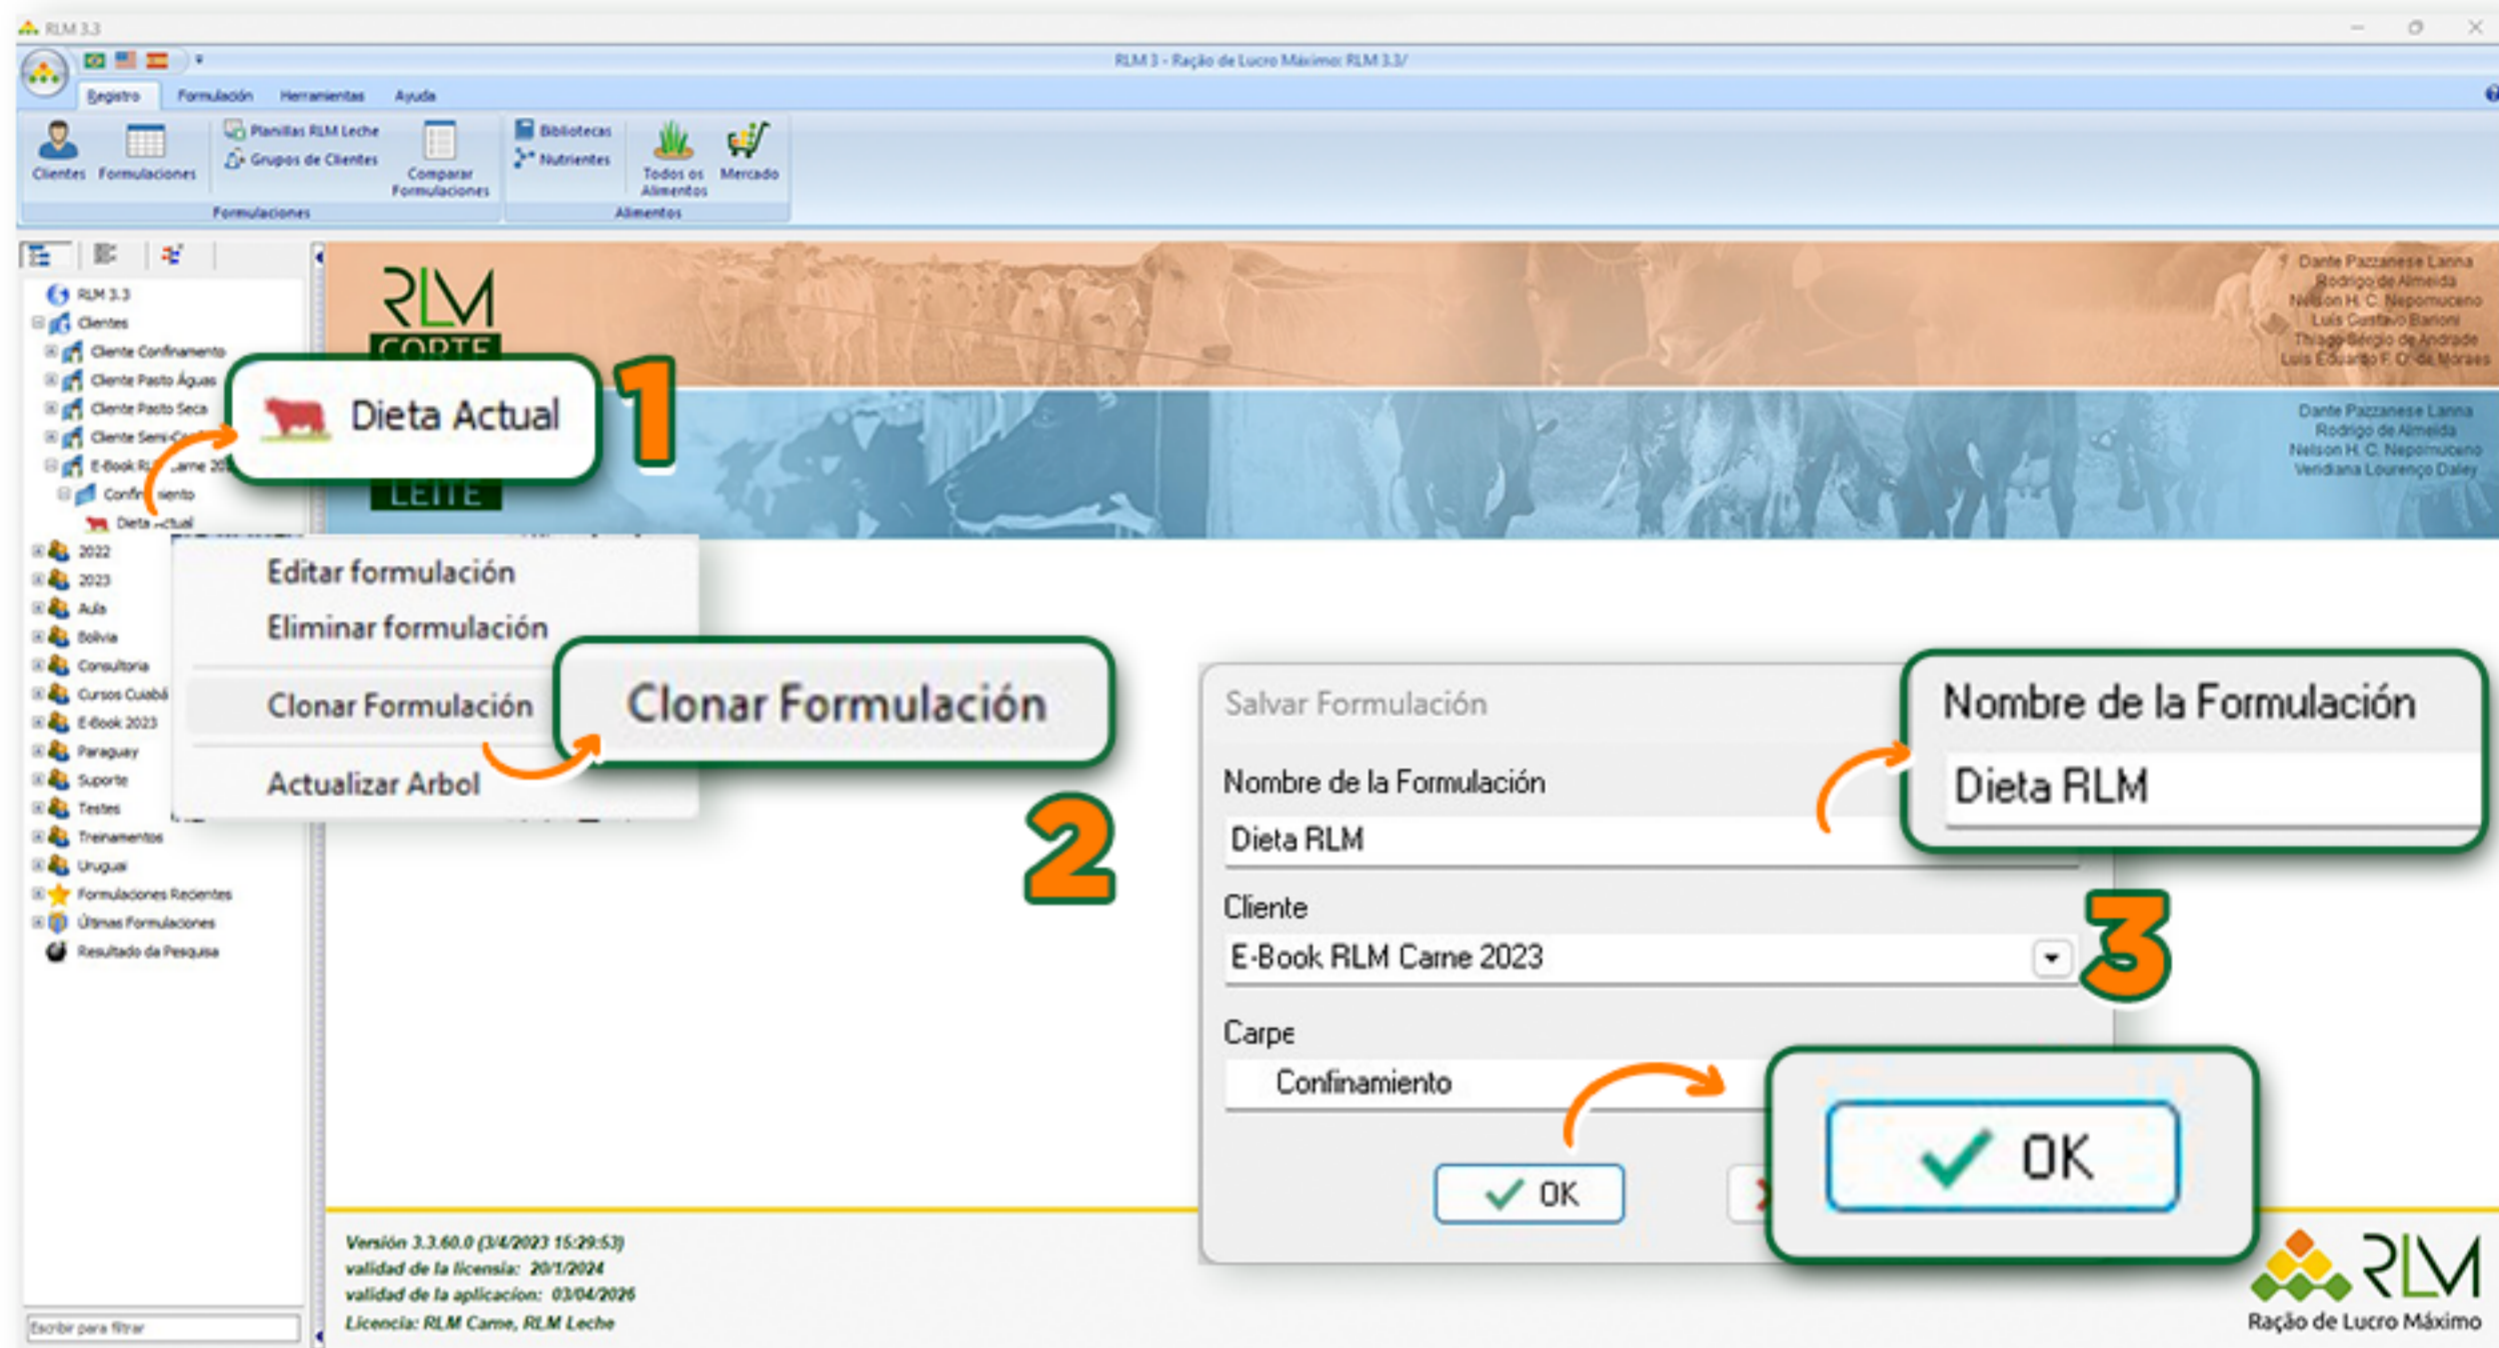

FIGURA 2.1 - CLONAR LA FORMULACIÓN
Comenzaremos este tutorial clonando la formulación anterior (Figura 2.1). Para hacerlo, haga clic con el botón derecho en la formulación "Dieta actual" (1) > "Clonar Formulación" (2) > "Clonar Formulación" (3) y guarde la formulación como "Dieta propuesta" (3) en el mismo cliente y carpeta.